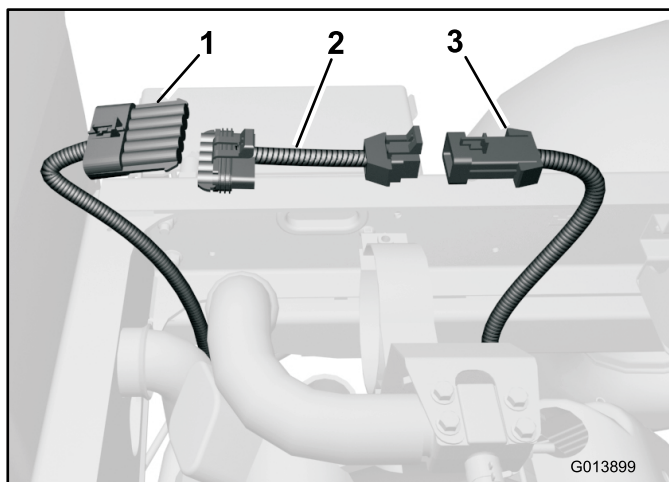

Figur 24
1. Finn de eksisterende ankerhullene på undersiden av planet (Figur 24).
2. Legg den bakre ledningssatsen utover som vist i Figur 24. Merk at den lengre lengden av ledningssatsen for baklysene som ender i en flat kobling med fire pinner, skal føres til det venstre baklyset.